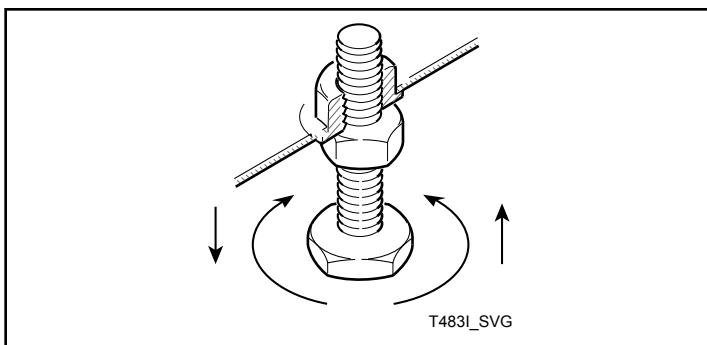

Figure 3
5. Faire glisser le séchoir jusqu'à ce qu'il se trouve à l'emplacement désiré. Ajuster les pieds de réglage jusqu'à ce que la machine soit de niveau 3,18 mm [0,125 pouce] de différence acceptable à l'avant. Se reporter à la *Figure 3*. Le séchoir à tambour ne doit pas balancer. Bloquer les pieds de réglage à l'aide des écrous installés.